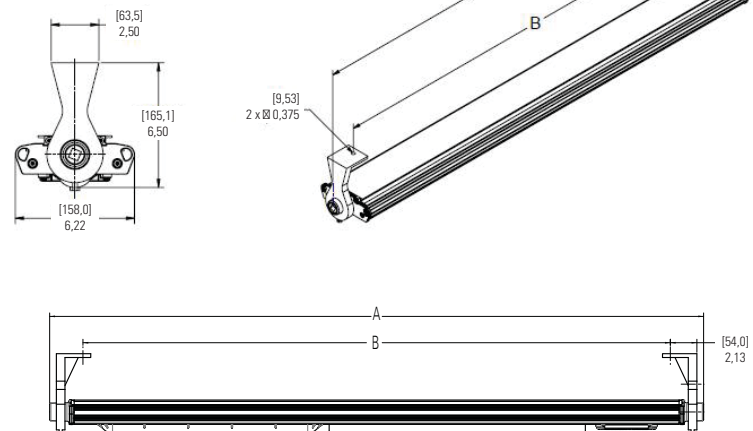

Figure 2. Montage au mur ou au plafond du DP1053MTK
2. Marquer et percer des trous pour fixer les supports d'extrémité. Utiliser deux (2) boulons de 1/4 po (non inclus) au centre pour centrer les mesures (voir la figure 2).
3. Le luminaire peut maintenant être installé. Il est fortement recommandé que deux (2) professionnels qualifiés réalisent le montage final du luminaire, afin d'éviter des blessures corporelles ou des dommages au luminaire.